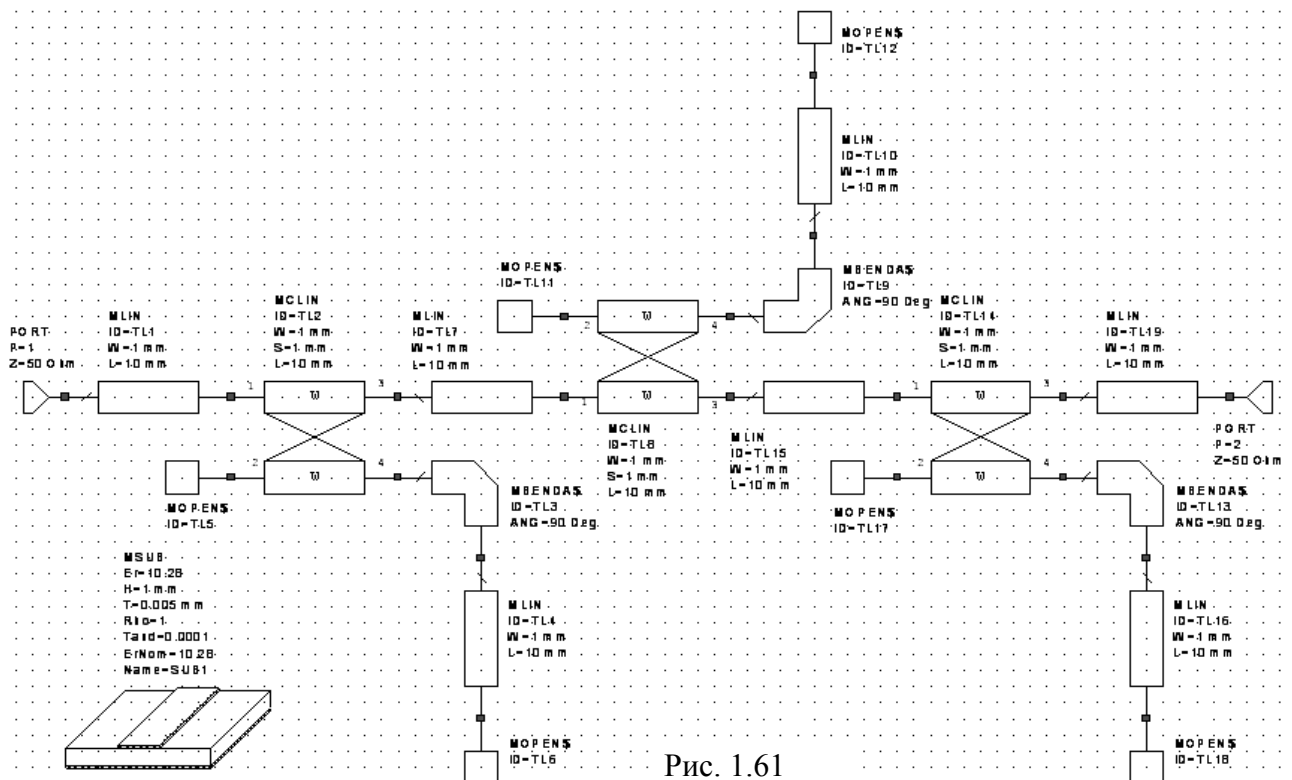

Рис. 1.61
7. Щёлкните по группе **Substrates** в левом окне проекта, выберите элемент **MSUB** и поместите его в окне схемы на свободном месте. Полученная схема фильтра показана на рис. 1.61.